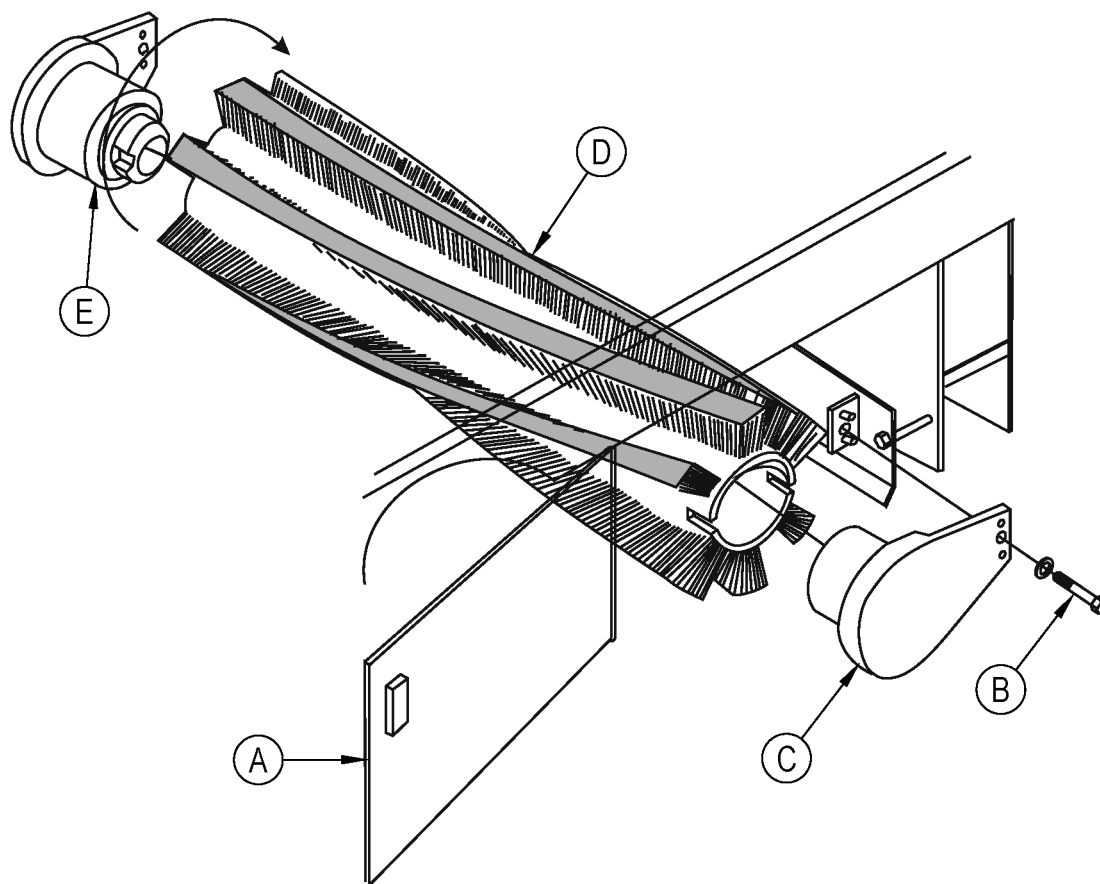

FIGURA 14
COMO TROCAR O ROLO-ESCOVA (Ver Figura 14)
1. Abra a porta da câmara do rolo no lado esquerdo (A).
3. Retire o parafuso de fixação (B). (Ver Figura 14).
4. Retire o braço tensor (C).
5. Remova o rolo-escova (D) e jogue-o fora.
7. Gire o novo rolo-escova para a direita no cubo de acionamento (E) até ele engatar nos encaixes.
8. Recoloque o braço tensor (C).
9. Instale e aperte o parafuso de fixação (B).
10. Feche a porta da câmara do rolo (A).